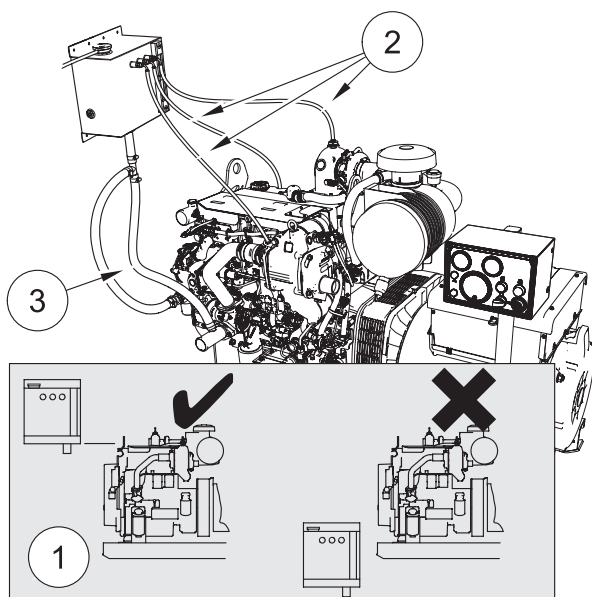

Figura 39
- 1 Instale el depósito de expansión remoto en un lugar donde la parte inferior de la unidad esté como se muestra en la figura 39.
- 2 Conecte las nuevas mangueras de purga (2) al depósito y a los accesorios en el motor.